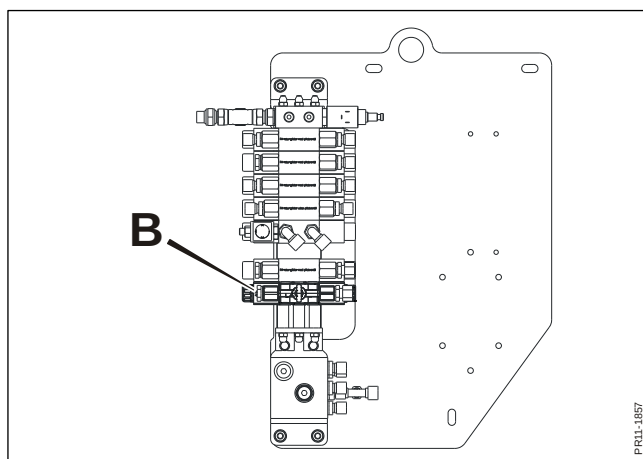

Fig. 2-2
**Fig. 2-2** Som standard er der monteret slange til enkeltvirkende bogielås. Der medfølger ekstra slange og fitting for hvis man har dobbeltvirkende bogielås. Hvis man har dette, skal man montere den medfølgende slange ved port **B**.